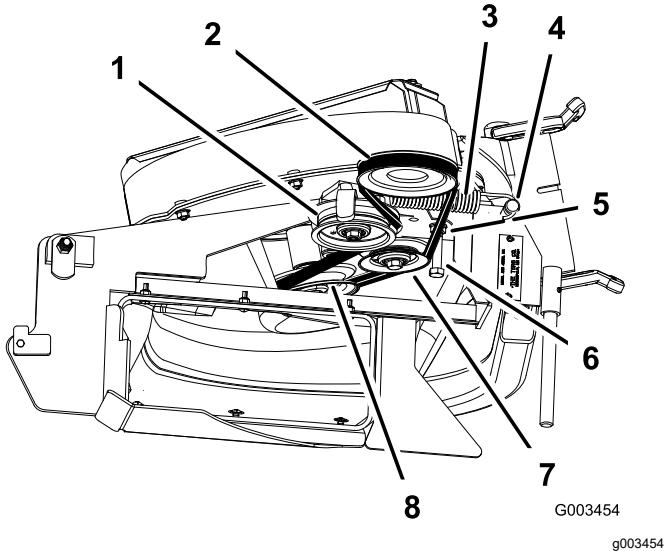

Bild 15
2. Lösen Sie die Riemenführungsschraube an Mähwerken mit 122 cm und 132 cm (Bild 15).
3. Verlegen Sie den Riemen um die Riemscheibe des Gebläses und die starre Spannscheibe (Bild 15).